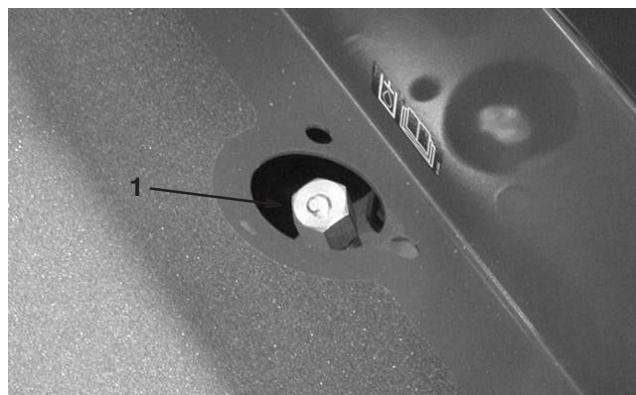

Bild 17
2. Nehmen Sie den Peilstab aus dem Einfüllstutzen (Bild 17) heraus und wischen Sie ihn mit einem sauberen Lappen ab. Schrauben Sie den Peilstabdeckel handfest auf den Einfüllstutzen und schrauben ihn anschließend wieder ab; prüfen Sie dann den Ölstand.
Wenn der Stand mehr als 13 mm von der Kerbe im Peilstab ist (Bild 17), füllen Sie Hydraulikflüssigkeit auf, bis der Stand an der Kerbenmarke liegt. Füllen Sie nicht zu viel ein.